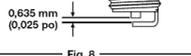

Fig. 8
- Maintenez enfoncé pendant deux secondes le bouton de mise en MARCHE (I) du démarreur électrique ou de la perceuse.
- Tout en maintenant le régulateur de vitesse en position rapide, continuez d'appuyer sur le bouton de mise en MARCHE (I) du démarreur électrique ou de la perceuse pendant deux secondes, jusqu'à ce que le moteur démarre.
**SI...** le moteur fait des accros, remettez le levier d'étranglement en position 2 (Fig. 8) et continuez de chauffer le moteur.
- Maintenez la commande marche/arrêt enfoncée en position OFF (O) (ARRÊT) jusqu'à ce que le moteur soit complètement arrêté.
4. Réglez l'écartement conformément aux indications, à l'aide d'une jauge d'épaisseur (Fig. 8).